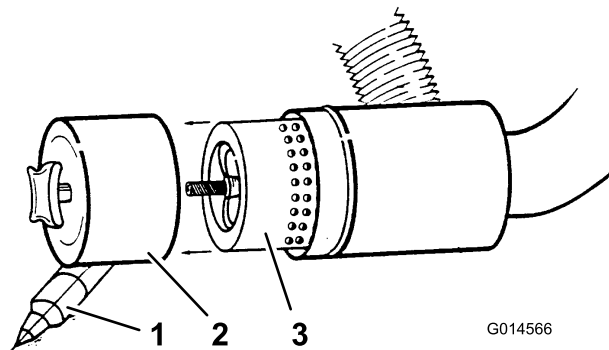

Figura 51
Effettuate la manutenzione del filtro primario dell'aria solo quando la spia (Figura 51) lo richiede. Sostituendo il filtro dell'aria prima del necessario si aumenta il rischio
3. Togliete il filtro e sostituitelo (Figura 51).